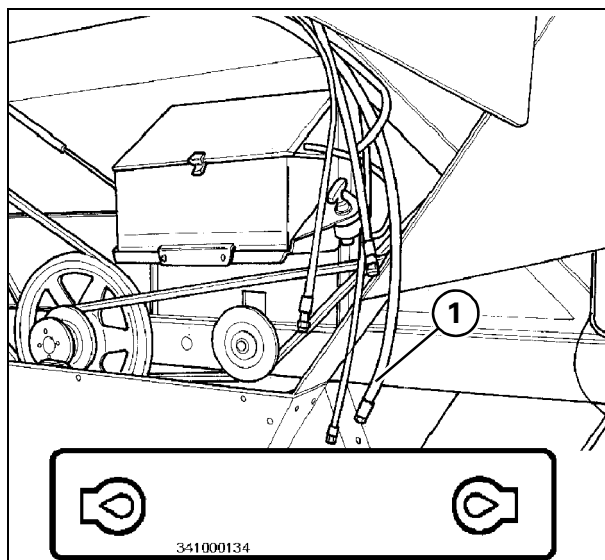
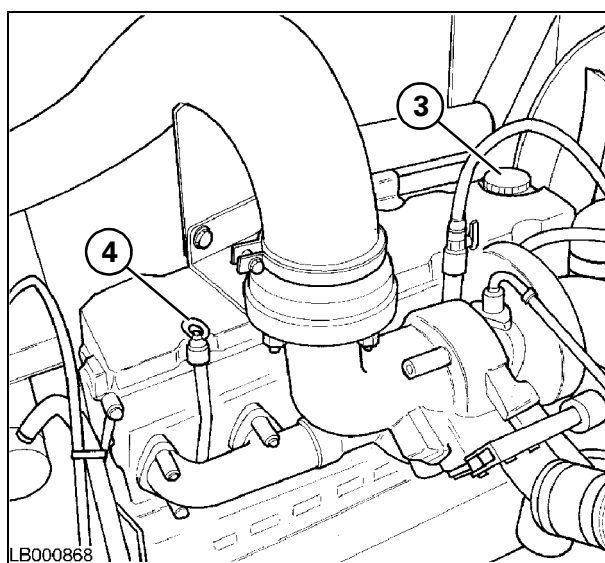

Рис. 67
Рис. 69
69.)ЗАМЕНА ФИЛЬТРА МОТОРНОГО МАСЛА Рис. 67 – Рис. 69
- 1) Извлеките заглушку (1) шланга слива моторного масла, обозначенного табличкой, приведенной в Рис. 67.